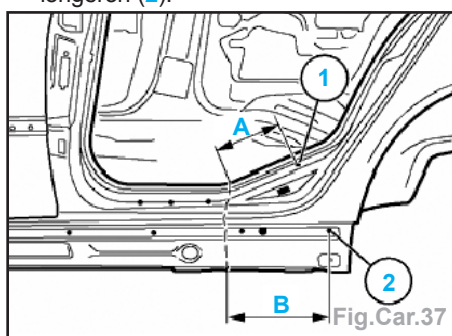

Fig.Car.37
- Déterminer et tracer la ligne de coupe à l'arrière de la doublure de longeron (Fig. Car.37) :
- cote (A) = 140 mm du centre du trou de Ø 5,5 mm de la baguette de recouvrement de seuil (1).
- cote (B) = 140 mm du trou de Ø 9,2 mm destiné à l'habillage de la doublure de longeron (2).